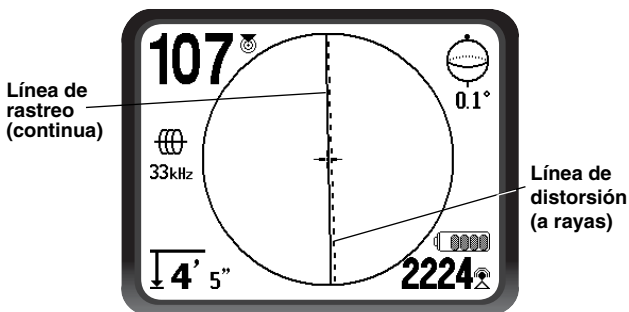

Figura 27 – Muestra de una probable localización
2. Observe la Señal de Proximidad y la Intensidad de la Señal para asegurar que el NaviTrack II se encuentra captando la señal. (Vea la Figura 27 siguiente). La señal debe alcanzar su nivel más alto sobre la línea y disminuir a cada lado. El Indicador del Ángulo de la Señal indicará casi 0° cuando el NaviTrack II esté justo sobre la línea.
3. Durante el rastreo, la dirección de la tubería o cable se mostrará en pantalla con dos líneas, una continua y otra a rayas. La línea continua (línea de rastreo) representa lo que capta el nódulo de la antena inferior; la línea a rayas (línea de distorsión) es la señal que capta la antena superior. (Vea la Figura 27.)